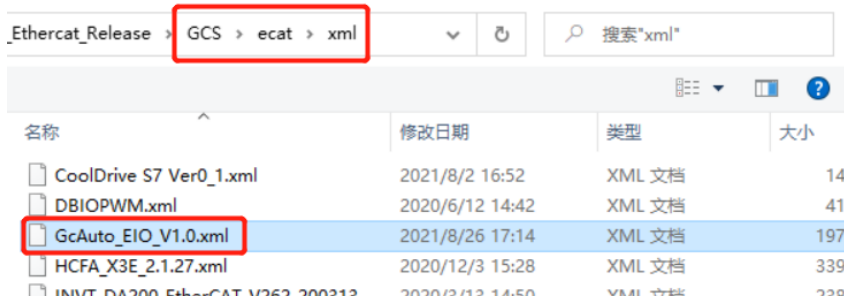

图 2.4.16 从机设备 xml 文件
② 点击【加载】，选择提供的 xml 文件，如图 2.4.16；